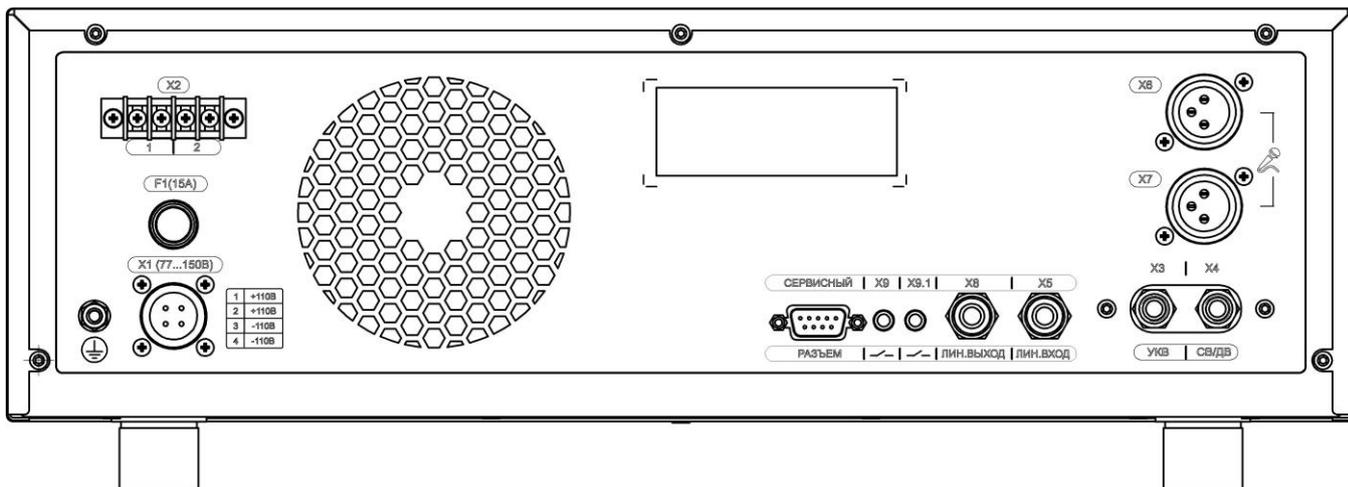

Рис.3 Тыльная сторона усилителя РПМ.
4.2 На тыльной стороне корпуса РПМ (см. рис.3) расположен динамик контрольного громкоговорителя, разъемы для подключения питающего напряжения 110В, радиотрансляционной сети вагона (далее РТС), микрофонов, антенные разъемы для УКВ и СВ/ДВ, разъем линейного входа, разъемы Jack 3.5 для управления внешними источниками, разъем линейного выхода для подключения регистратора голосовых сообщений, предохранитель (15А), зажим заземления.
- Подключить к колодке X2 (см. рис.3) два провода радиотрансляционной сети вагона: один провод к любой из двух клемм №1, второй - к любой из двух клемм №2. Зафиксировать провода винтами. Провода необходимо предварительно осмотреть на предмет механических повреждений изоляции и проводников.